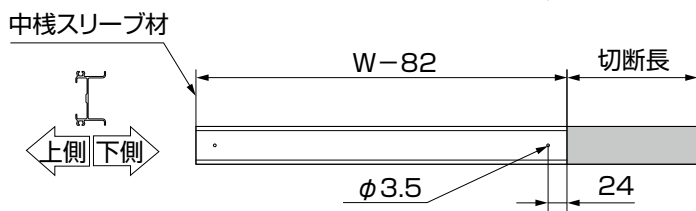

図15-8
- ⑤中棧スリーブ材を切断した側から24mmのところをφ3.5の下孔をあけてください。(図15-8参照)
- ⑥加工後、再度組立ててください。